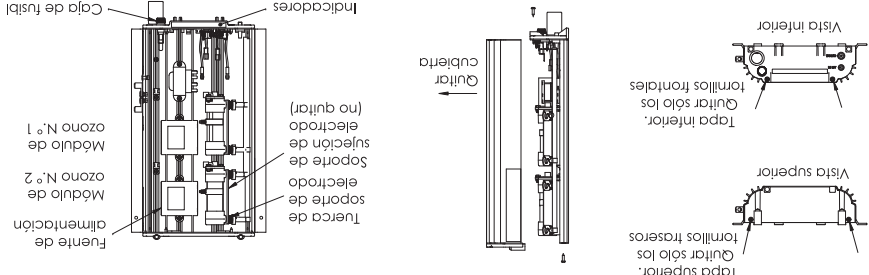

Figura 4 Ubicaciones de los componentes (se muestra Eclipse-2).
4. La base del equipo DEL Eclipse tiene dos conexiones de suministro de ozono al puerto marcado como "OZONE OUT" (ver la vista inferior - Figura 4). NOTA: La conexión de la línea de ozono al puerto incorrecto dañará el generador de ozono.